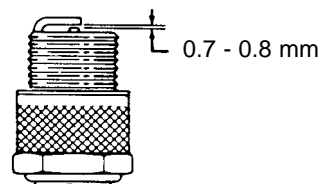

図 33
3. エア・ギャップを正しく調整し (図33) エンジンに取りつけて、2.35 kg.mにトルク締めする。